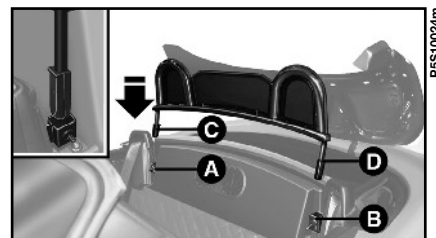

fig. 70
Situé derrière les sièges **fig. 70**, il augmente le confort de marche à toutes les vitesses en limitant la turbulence de l'air qui se forme à l'intérieur de l'habitacle pendant la conduite "à ciel ouvert".
3) Introduire les extrémités du wind stop **C** et **D** fig. 70 à l'intérieur des pattes fixées auparavant en s'assurant que la couverture du wind stop soit tournée vers l'arrière de la voiture.